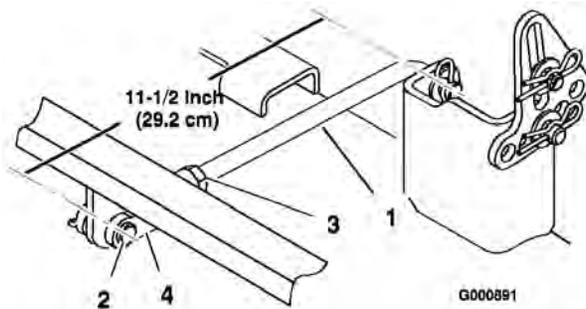
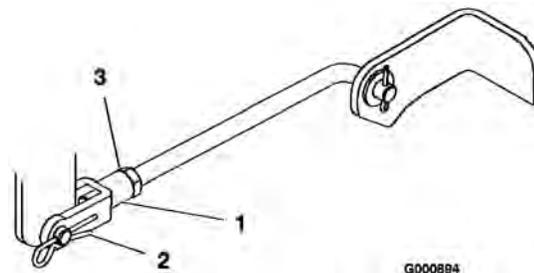

Figura 47
Figura 49
6. Mida la longitud del tirante trasero (Figura 47). Si la longitud del tirante no es de 29,2 cm, retire el pasador y el pasador de seguridad del extremo del tirante (Figura 47), afloje la contratuerca, y gire la horquilla hasta obtener la dimensión de 29,2 cm.
10. Para ajustar la inclinación longitudinal, retire el pasador de seguridad de las horquillas de los tirantes delanteros y afloje las contratuercas (Figura 49).
11. Gire las horquillas de los tirantes para cambiar el ajuste (Figura 49). Para elevar la parte delantera del cortacésped, apriete las horquillas (acorte los tirantes). Para bajar la parte delantera del cortacésped, afloje las horquillas (alargue los tirantes).
13. Cuando la inclinación longitudinal sea correcta, apriete las contratuercas (Figura 47 y Figura 49).